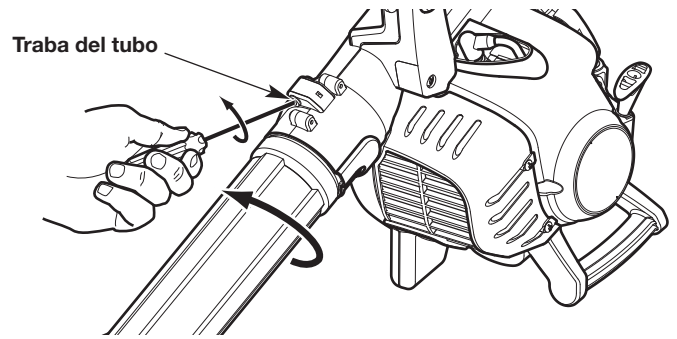

Fig. 3
2. Inserte un destornillador de cabeza plana en la traba del tubo. Gire el destornillador 1/4 de vuelta hacia la izquierda y sosténgalo en el lugar (Fig. 3).
3. Gire el tubo superior de la sopladora hacia la izquierda hasta que se destrabe de la salida (Fig. 3).